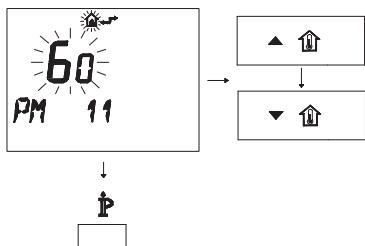

Figura 5.40
- Para modificar el punto de consigna programado use los botones **▲** o **▼** y espere a que el número programado comience a parpadear (Figura 5.40). Cada paso de aumento o reduc-